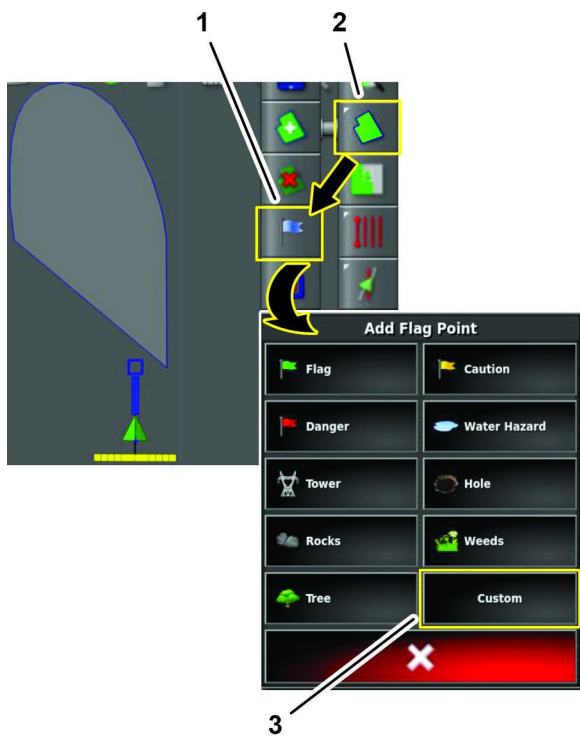

Figura 80
2. En el menú Puntos de bandera, pulse el icono MENÚ DE PARCELAS y el icono ESTABLECER PUNTO DE BANDERA (Figura 80).
3. Pulse el icono Punto de bandera PERSONALIZADO (Figura 80).